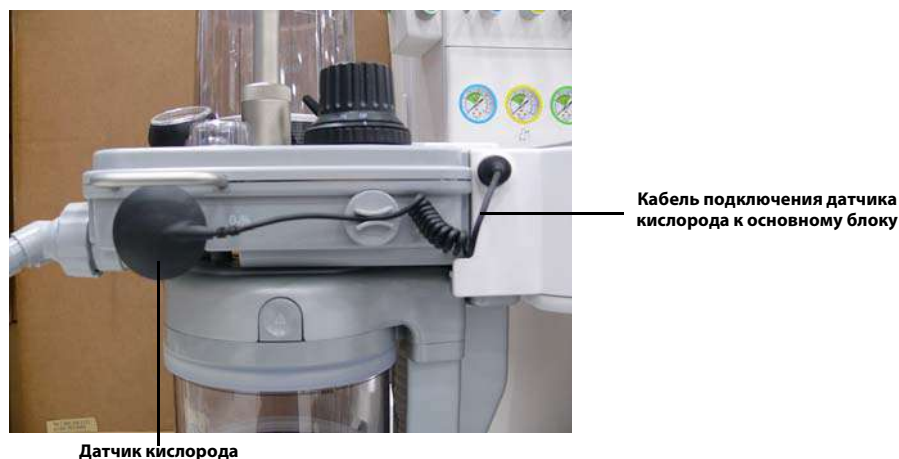

РИСУНОК 7-13 Датчик кислорода и кабель
1. Датчик кислорода во время использования утоплен в корпус дыхательного контура. Нет необходимости извлекать его для очистки. Тем не менее, если его требуется извлечь, сперва отсоедините кабель датчика кислорода от основного блока, как показано на РИС. 7-13. Затем удерживайте датчик кислорода и потяните его на себя, извлекая из корпуса дыхательного контура.